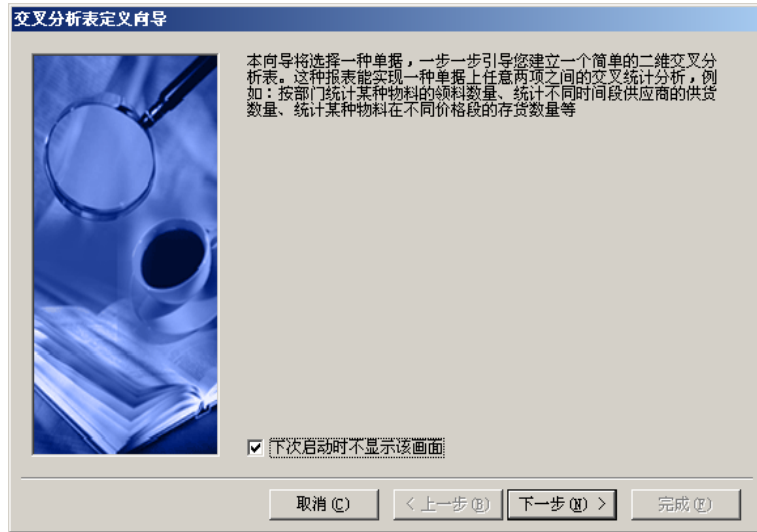

图 12-12
- 2、点击后出现“交叉分析表定义向导”界面，如图 12-12 所示，单击【下一步】：